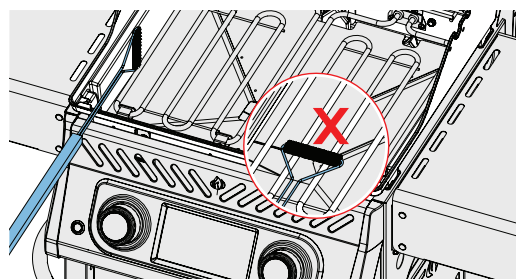

Fig. 7
2. Bruk en myk messingbørste til å fjerne løse rester. Børst alt rusk fra innsiden av apparatet ned i den avtakbare dryppannen. BRUK IKKE børsten på de elektriske brennerne. (Fig. 7)